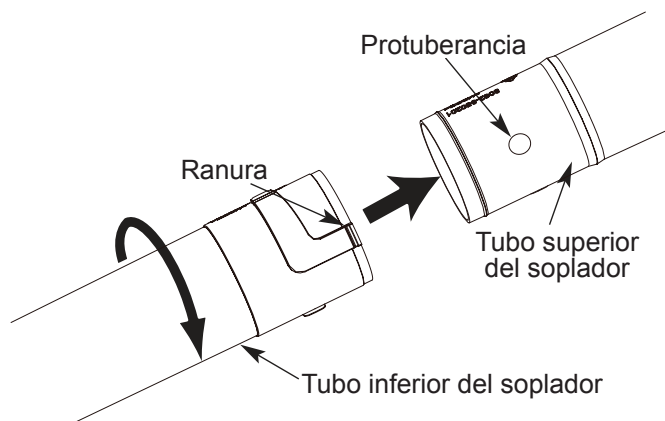

Fig. 2
1. Ponga en línea las ranuras del tubo inferior del soplador con las protuberancias del extremo inferior del tubo superior del soplador (Fig. 2).
2. Instale el tubo inferior del soplador en el tubo superior del soplador (Fig. 2).
3. Sujetando el tubo superior del soplador, gire el tubo inferior del soplador en sentido horario hasta que se enganche en su lugar (Fig. 2).